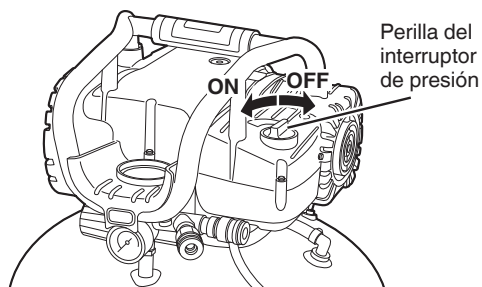

Fig. 2
Cerchiórese de que el mando del disyuntor neumático esté en la posición "OFF". Si inserta el enchufe a un tomacorriente con el mando en la posición "ON" (Fig. 2), el compresor comienza inmediatamente a funcionar y podría causar lesiones serias.
Inserte el enchufe en el tomacorriente y opere el compresor utilizando la perilla del interruptor de presión. (Consulte la Fig. 2).
- (1) Coloque la perilla del interruptor de presión en la posición "OFF". (Consulte la Fig. 2).
- (2) Desconecte el enchufe del tomacorriente.
- (1) Coloque la perilla del interruptor de presión en la posición "OFF" y desconecte el enchufe del tomacorriente (Fig. 2).
- (2) Verifique primero las siguientes causas posibles: falta de ventilación apropiada, o una temperatura del aire exterior o de la habitación demasiado elevada.
- (3) Si el cable de extensión no cumple con las especificaciones indicadas en la página 27, cámbiela por la indicada en esta página 27. Si la capacidad de la fuente de alimentación es insuficiente, aumentela para eliminar la causa de la circulación de corriente excesiva (sobrecorriente).
- (4) Espere aproximadamente 30 minutos.
- (5) Póngalo en marcha. Si el motor sigue parándose durante la operación, póngase en contacto con el servicio técnico.